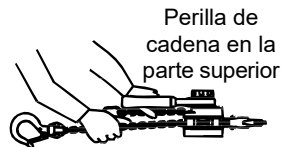
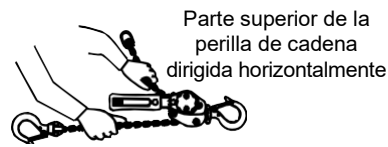

Figura 3-1
Figura 3-2
- 3.2.5 El encadenado libre con la perilla de cadena en la parte superior, como se muestra en la Figura 3-1 podría provocar una fuerza de frenado. En este caso, dirija la parte superior de la perilla hacia el lado horizontal, como se muestra en la Figura 3-2 en el modo de encadenado libre.